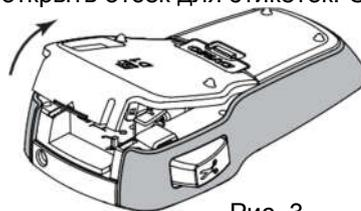

Рис. 3
- 1 Поднимите крышку кассеты, чтобы открыть отсек для этикеток. См. Рис. 3.